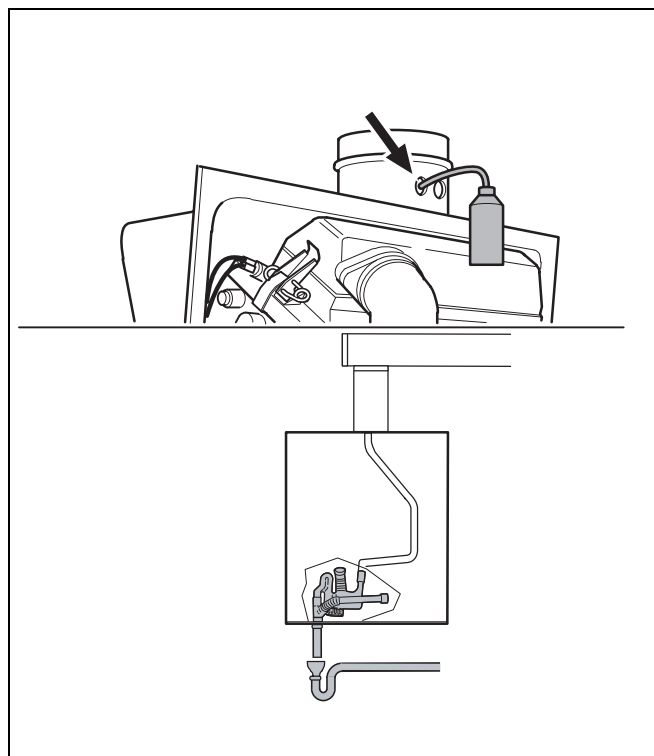

Fig. 36 Controllo del funzionamento del bypass di condensa
- Spruzzare dell'acqua (ad esempio con un vaporizzatore) nel punto di misurazione di sinistra per i gas combustibili (fig. 36) e controllarne il corretto passaggio attraverso il bypass della condensa.